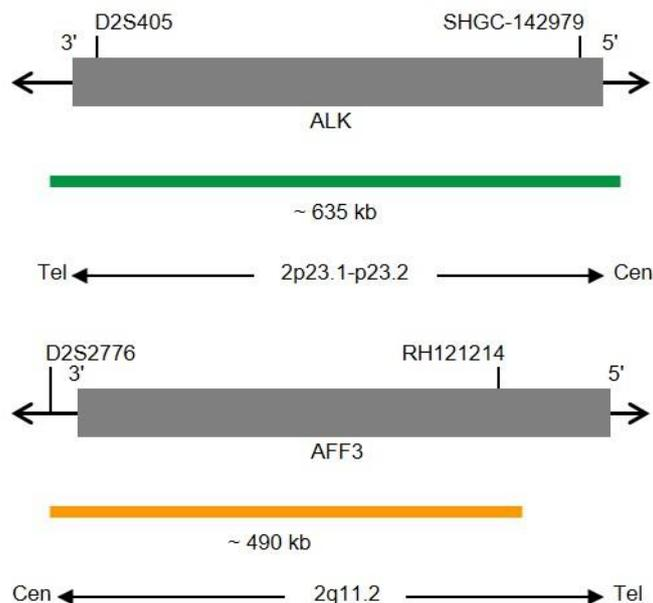

Fig. 1: Cima: SPEC ALK Mapa da sonda; Baixo: SPEC 2q11 Mapa da sonda (sem escala)
- Polinucleótidos (~10 ng/μl) com marcação ZyGreen (excitação 503 nm/emissão 528 nm), dirigidos ao mapeamento de sequências alvo em 2p23.1-p23.2* (chr2:29,460,144-30,095,822) contendo o gene ALK (ver Fig. 1).
- Polinucleótidos (~4.5 ng/μl) com marcação ZyOrange (excitação 547 nm/emissão 572 nm), dirigidos ao mapeamento de sequências alvo em 2q11.2* (chr2:100,132,806-100,621,725) (ver Fig. 1).